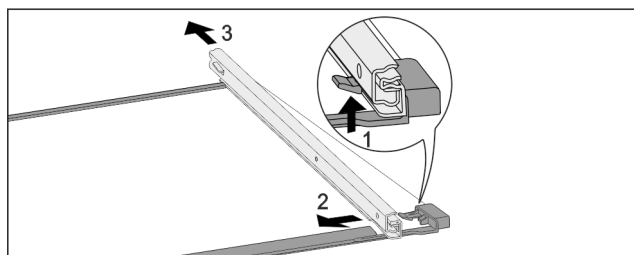

Fig. 82 Placa de sticlă cu șine
- ▶ Apăsați în sus cârligul de blocare frontal. Fig. 82 (1)
- ▶ Îndepărtați șinele de extragere prin împingere în lateral Fig. 82 (2) și spre spate Fig. 82 (3).